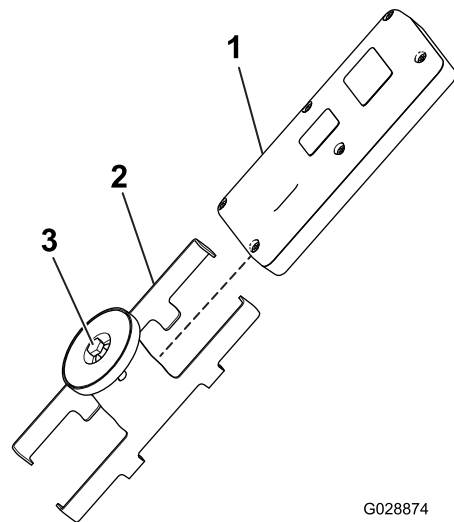

図 18
- ハンドヘルドリモートをマグネット式ブラケットに取り付ける。ブラケットにリモートを入れ、ブラケットについているボルトを締め付ける (図 18)。